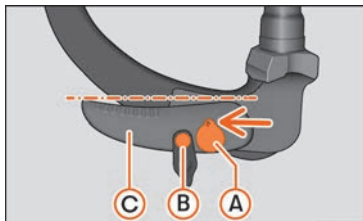

Fig. 300 Posición de reserva: verificación de la posición
- La llave » **fig. 300** ① se encuentra en la posición desbloqueada (el agujero de la llave está arriba).
- Se puede mover el perno de desbloqueo » **fig. 300** ②.
- La palanca » **fig. 300** ③ se encuentra en la posición inferior.